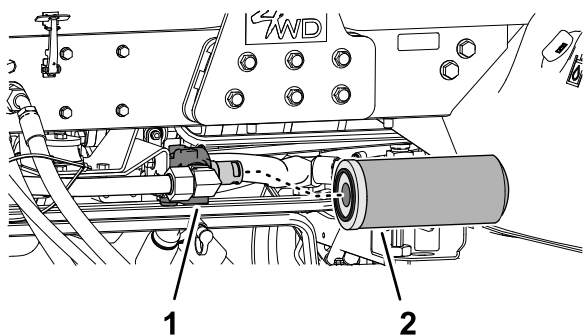

Figura 117
- Limpe la zona alrededor del filtro de retorno y de la cabeza del filtro (Figura 117).